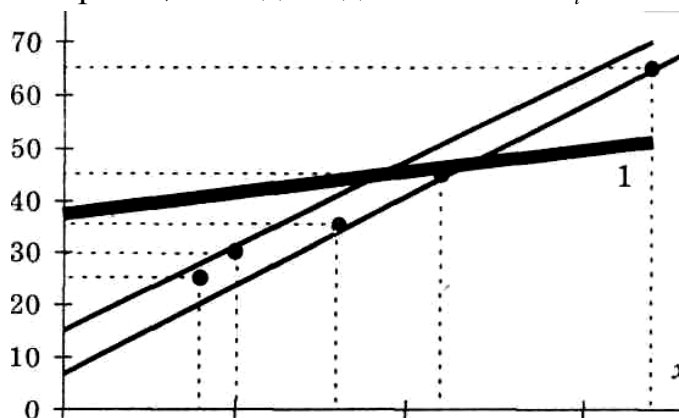

Рис. 6.1
Реальні спостереження y_i і x_i зобразимо точками у системі координат (X,Y) (рис. 6.1).
Взагалі, існує необмежена кількість прямих $y = b_0 + b_1x$, які можна провести через множину спостережуваних точок. Яку ж з них вибрати? Щоб це визначити, потрібно мати у розпорядженні певний критерій, що дозволяв би вибрати з множини можливих прямих "найкращу" з точки зору даного критерію. Найпоширенішим є критерій мінімізації суми квадратів відхилень. На рис. 6.1, наприклад, пряма (1), як і інші, розташована таким чином, що деякі точки знаходяться вище, а деякі нижче цієї прямої, на основі чого можна встановити відхилення (помилки) відносно цієї прямої: